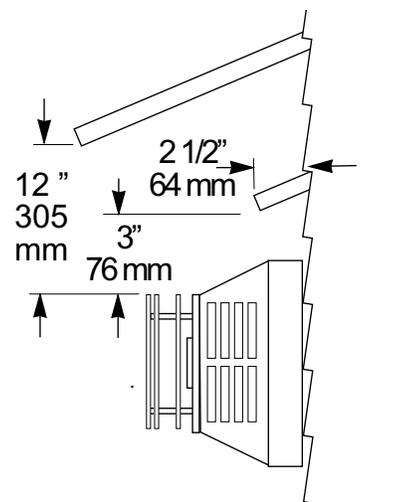

Figure 19. Termination Clearance to overhangs.
- Le chapeau d'évacuation horizontal doit avoir un dégagement de 3 po de tout élément combustible en saillie dépassant (du bâtiment) de 2-1/2 po ou moins. Si un élément en saillie dépasse (du bâtiment) de plus de 2-1/2 po, ce dégagement doit être de 12 po du bord de la terminaison d'évacuation. Voir fig. 19.